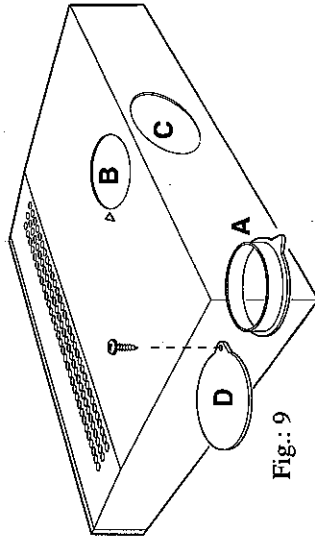

Fig.: 9
La campana está provista de dos aberturas para la evacuación de los vapores de cocción, una superior (B), la otra situada en el lado posterior (C) (Fig.: 9).